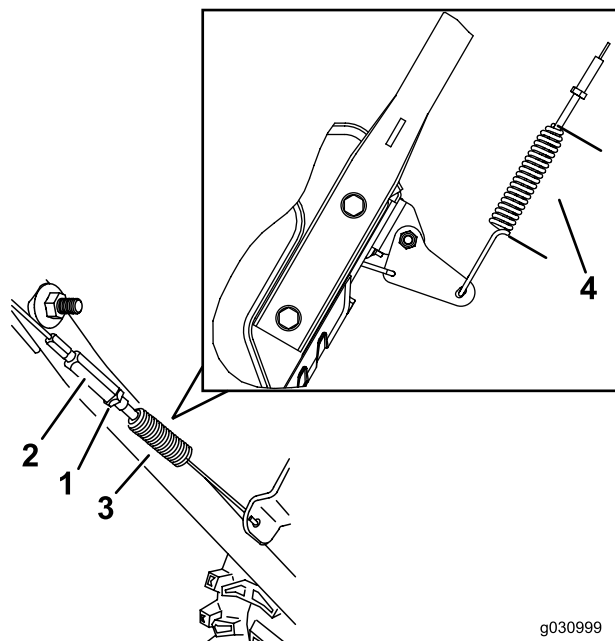

Рисунок 27
3. Ослабьте натяжение или подтяните винтовую стяжку, чтобы отрегулировать длину пружины на 5,5 см, как показано на Рисунок 27.
4. Затяните контргайку (Рисунок 27), убедившись в том, что имеется небольшое натяжение тросика.